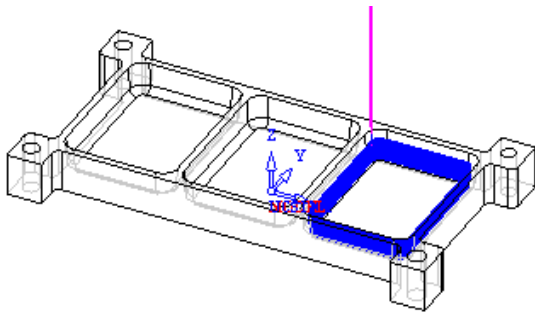

图 5-119 生成的刀具路径 (6)
5) 计算刀具路径。完成参数设置后，单击“NC Process Manager”对话框中的保存并计算按钮, 运算当前加工程序；此时图形区显示的刀具路径如图 5-119 所示。